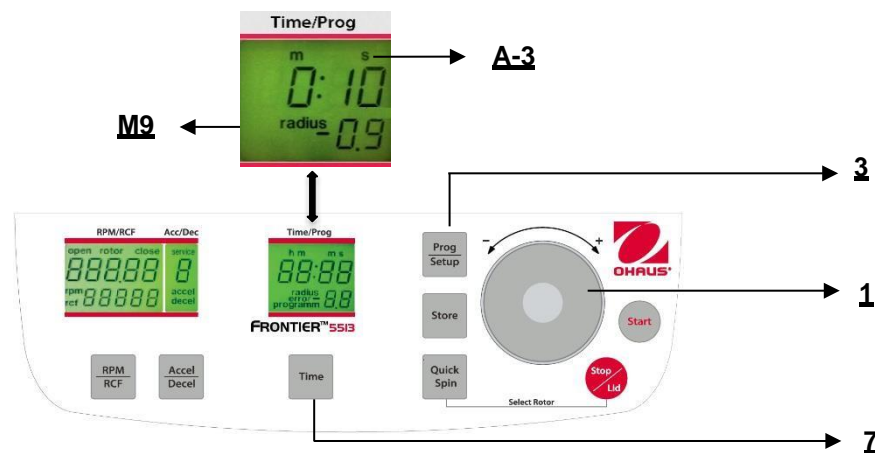

Abbildung. 18
Diese Funktion wird durch die Taste "**Accel/Decel**" (6) aktiviert (siehe Abbildung 18).